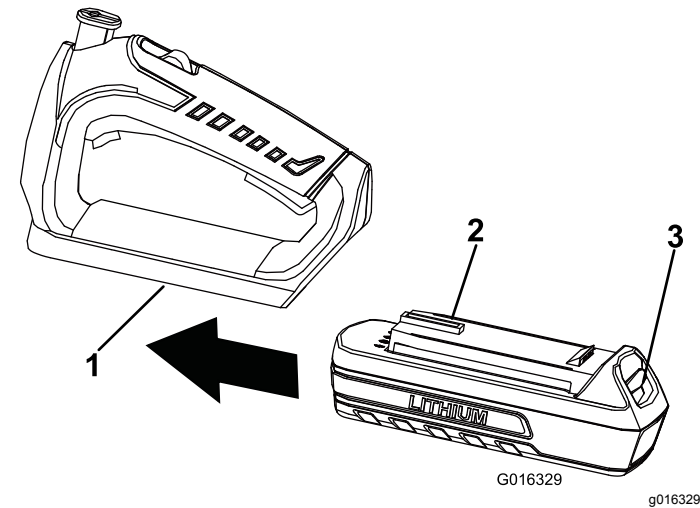

Figura 3
1. Alinee la lengüeta de la batería con el hueco correspondiente de la carcasa de la empuñadura (Figura 3).